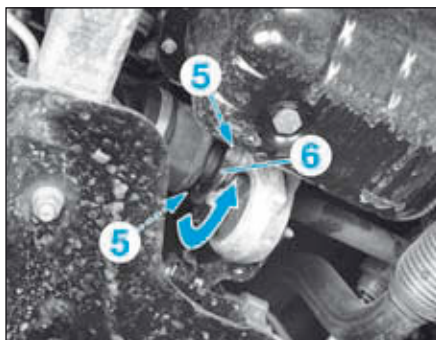

FIG.4
- la rotule de direction (3),
- la rotule de pivot (4).
- Dévisser les 2 vis (5) sans les déposer (Fig.4).
- Pivoter la plaque de maintien (6) selon la flèche.